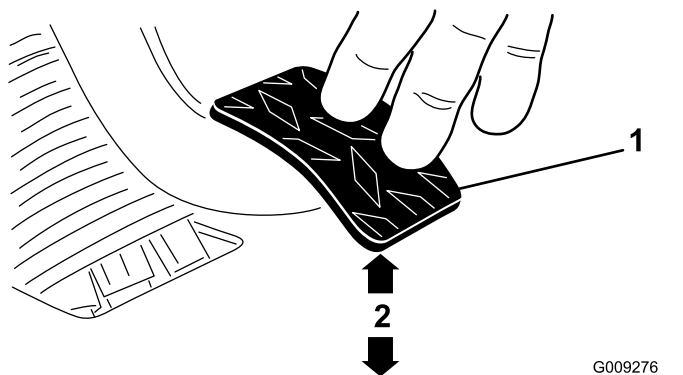

Figure 62
3. Ajustez les écrous de blocage ou la rotule jusqu'à ce que le bord arrière de la pédale d'embrayage soit de 9,2 à 9,8 cm (3⁵/₈ à 3⁷/₈ po) du haut du plancher quadrillé quand vous appliquez une force de 1,8 kg (4 lb) sur la pédale (Figure 62).